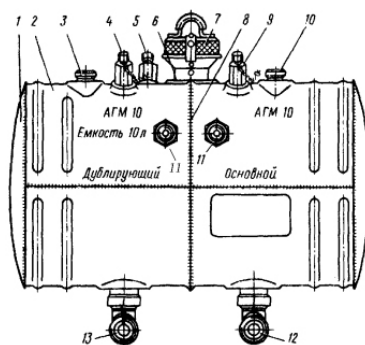

Рис. 9.2. Гидробак
- 19 Используя рисунок 9.2, опишите конструкцию и составные части гидробака.